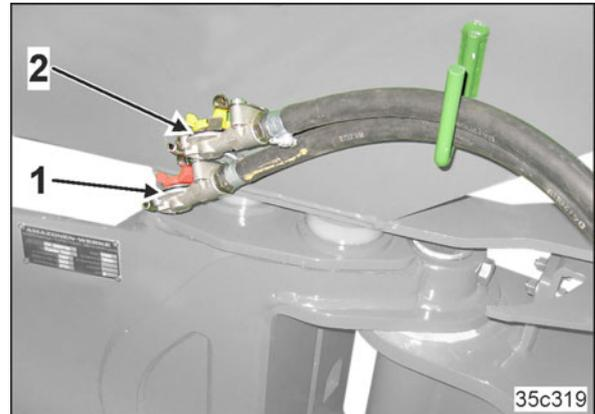

Рис. 32
- питающей магистралью (Рис. 32/1) с соединительной головкой (красного цвета);
- тормозная магистраль (Рис. 32/2) с соединительной головкой (жёлтого цвета).